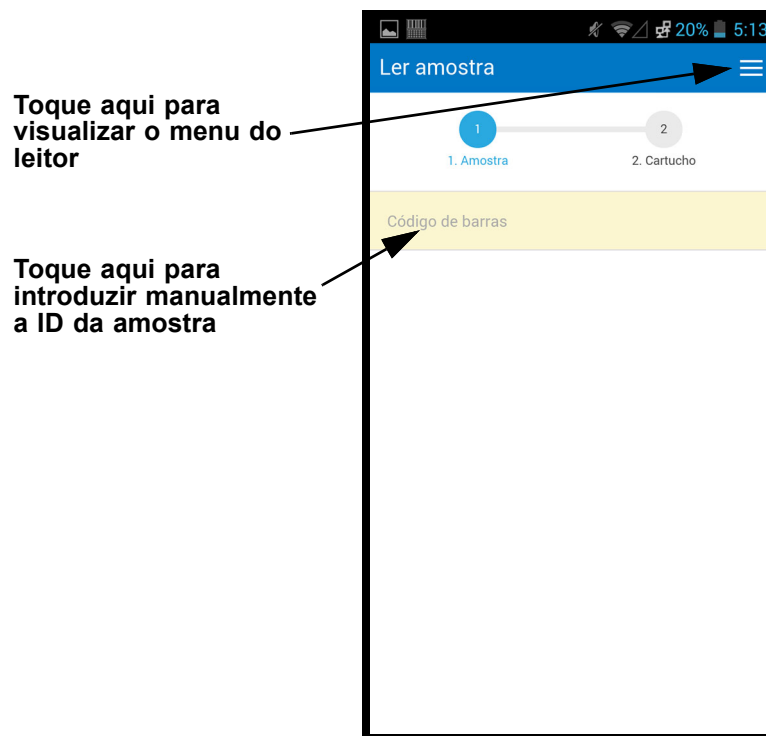
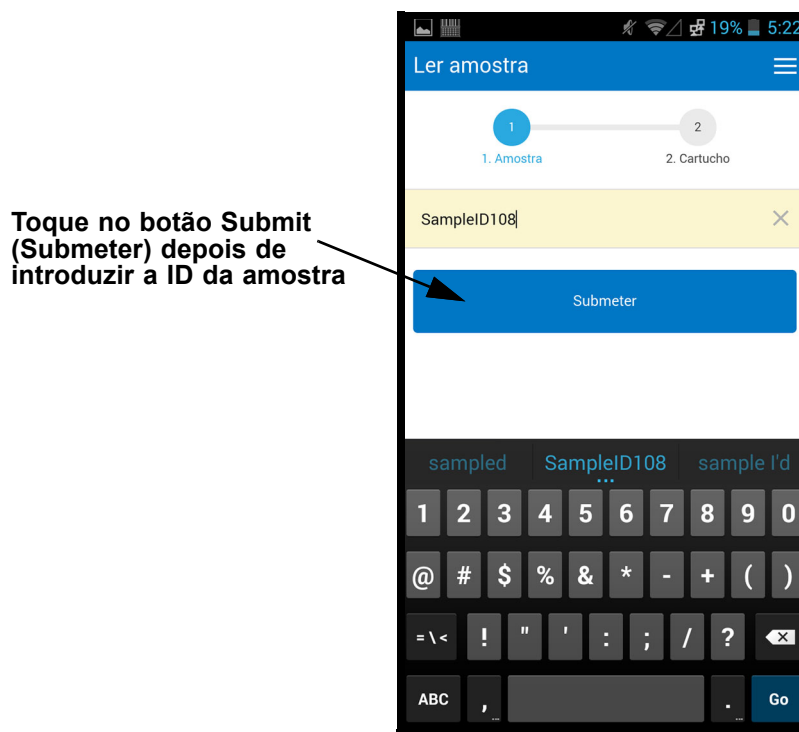
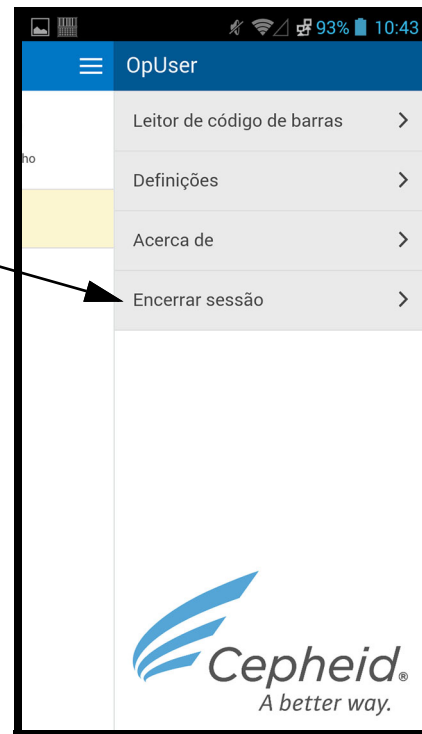

Figura 5-102. Ecrã de leitura de amostra do Cepheid Link
Figura 5-105. Introdução manual do código de barras da ID da amostra
Figura 5-111. Menu pendente do leitor Cepheid Link
3. Estabeleça ligação ao leitor do Cepheid Link utilizando o nome de utilizador e a palavra-passe que lhe foram atribuídos (consulte figura 5-101). Será visualizado o ecrã Scan Sample (Ler amostra). Consulte figura 5-102.
- 1) Toque na área **Barcode (Código de barras)** no ecrã (consultar figura 5-102). Será visualizado um teclado (consultar figura 5-105) para introduzir a ID da amostra manualmente.
- Se o cartucho não for emparelhado com a amostra com êxito, o ecrã Error (Erro) (X vermelho) será visualizado juntamente com a mensagem de erro (consultar figura 5-108) para um exemplo. Toque no botão **Ok** para regressar ao ecrã Scan Cartridge (Ler cartucho). O leitor regressará ao ecrã Scan Sample (Ler amostra) (consultar figura 5-102).
- O leitor visualizará o ecrã Confirmation (Confirmação) (consultar figura 5-110), se não forem necessárias alíquotas e se Confirmation estiver desactivado, ou regressará ao ecrã Scan Sample (Ler amostra) (consultar figura 5-102).
- Toque em **Start Over (Reiniciar)** para não ler a alíquota e regressar ao ecrã Scan Sample (Ler amostra). Consulte figura 5-102. Será visualizado um ecrã de confirmação depois de tocar no botão **Start Over (Reiniciar)**.
- Se o ensaio estiver configurado para alíquotas, mas a amostra não tiver sido dividida em alíquotas, toque em **Skip (Ignorar)** para ignorar a leitura de uma alíquota. O leitor apresenta o ecrã Confirmation (Confirmação) (consultar figura 5-110), se não forem necessárias alíquotas e se Confirmation (Confirmação) estiver activado, ou regressará ao ecrã Scan Sample (Ler amostra) (consultar figura 5-102).
- Toque em **Start Over (Reiniciar)** para não ler a alíquota e regressar ao ecrã Scan Sample (Ler amostra) (consultar figura 5-102). Será visualizado um ecrã de confirmação depois de tocar no botão **Start Over (Reiniciar)**.
7. **(Opcional)** O leitor visualizará o ecrã Confirmation (Confirmação) (consultar figura 5-110), se activado, ou regressará ao ecrã Scan Sample (Ler amostra) (consultar figura 5-102).
8. Se for visualizado o ecrã Confirmation (Confirmação), toque em **Start Over (Reiniciar)** para ir para o ecrã Scan Sample (Ler amostra). Consulte figura 5-102.
10. Quando acabar de ler todas as amostras e cartuchos, desactive o Cepheid Link. Aceda ao menu do leitor tocando no ícone Menu no menu pendente (consultar figura 5-102). Será visualizado o menu do leitor. Consulte figura 5-111.